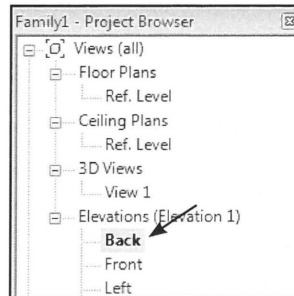

Fig. 05.24. Project Browser.
- Stå i *Back* i *Project Browseren* (Fig. 05.24).